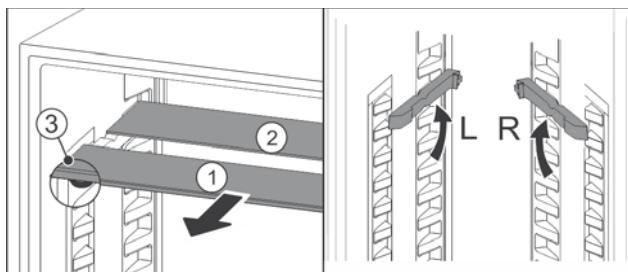

Fig. 97
- По одной извлеките Fig. 97 (1) стеклянные панели движением вперед.
- ▷ Стеклянная панель Fig. 97 (1) с декоративной планкой лежит спереди.
- Стопоры Fig. 97 (3) показывают вниз.